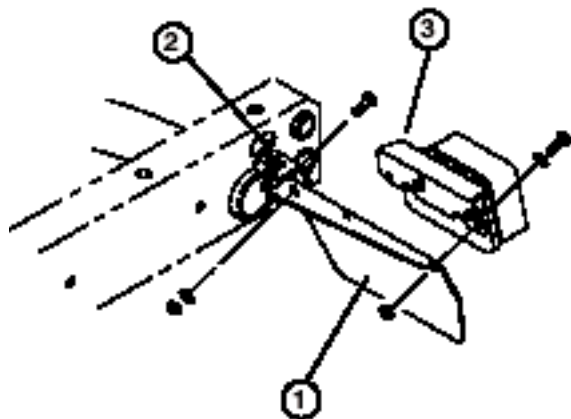

Figure 1
3. Fixez chaque plaque de feu de position arrière au dos des pattes supports du bâti à l'aide d'une vis $\frac{5}{16}$ -18 x 1", d'une rondelle plate de 0,344" de D.I. et d'un écrou, comme illustré à la Figure 1.
4. Sur le côté gauche, retirez (2) vis d'assemblage, rondelles et écrous de fixation du support de montage de feu de position arrière à la plaque de feu de position arrière.